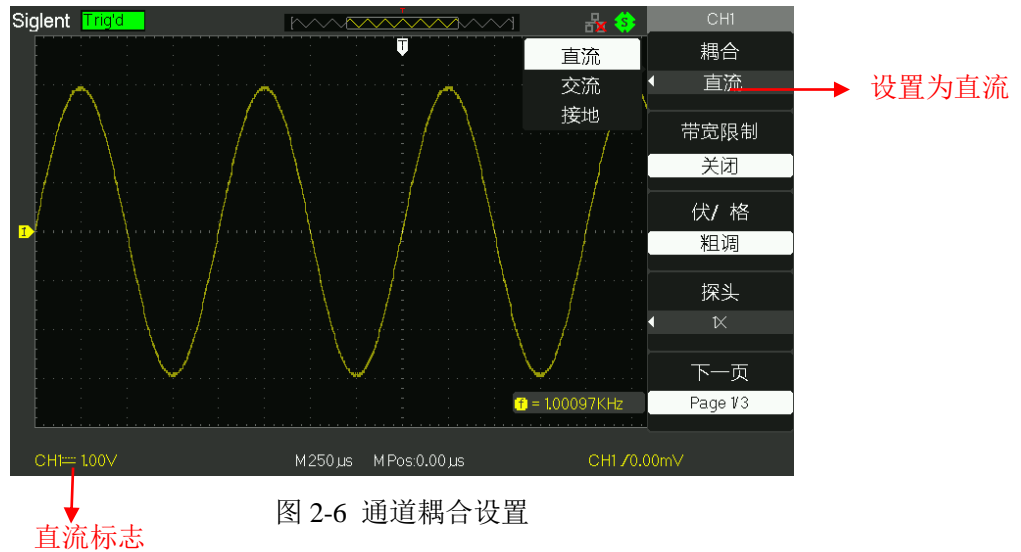

图 2-6 通道耦合设置
- 按**【1】**选择**【耦合】**为**【交流】**，设置耦合方式为交流耦合，被测信号的直流分量被阻隔。如图 2-6 所示：